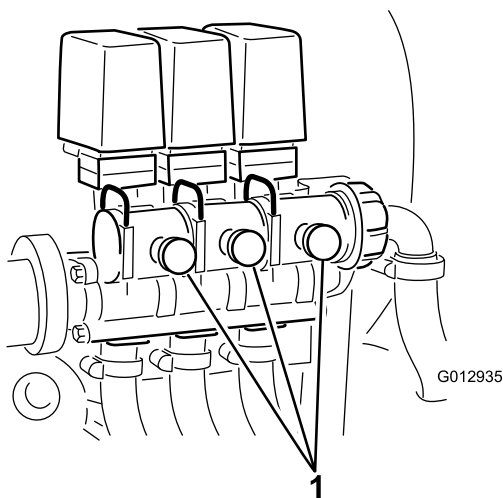

Figura 21
10. Regolate la valvola di bypass della barra (Figura 21) posta sul lato posteriore della valvola di comando della barra che avete disattivato, finché il misuratore di pressione non mostra un valore identico a quello rilevato alla voce 7.